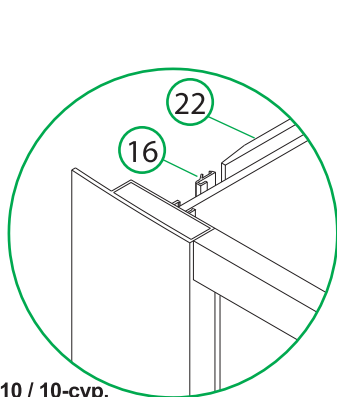

Рис. 10 / 10-сур.
8. Соберите кабину, вставив задние неподвижные панели в пристенные профили и зафиксировав ПВХ-уплотнителем (16) (рис. 10).